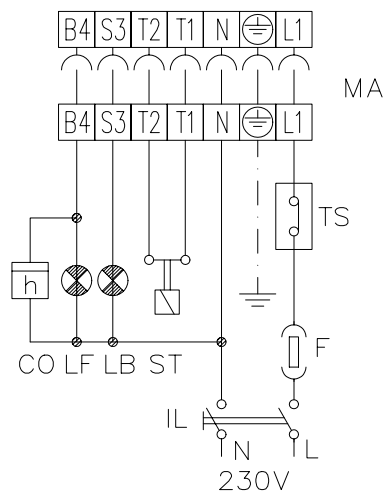

Fig. 5
- Llevar a cabo las conexiones eléctricas en la bornera de alimentación, siguiendo el esquema de la Fig. 5;